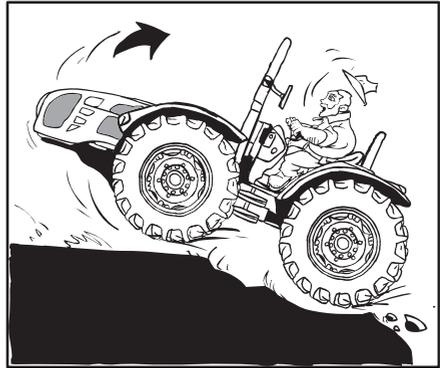

Abb. 2.18
- Wenn der Traktor im Schlamm oder Boden festgefahren ist, nicht versuchen, ihn durch Vorwärtsfahren zu befreien, denn der Traktor kann sich um die hinteren Räder drehen und umkippen (Abb. 2.18). Montierte Anbaugeräte anheben oder abbauen und versuchen, den Traktor durch Rückwärtsfahren zu befreien. Falls das nicht gelingt, muss der Traktor mit einem anderen Fahrzeug aus dem Schlamm gezogen werden.